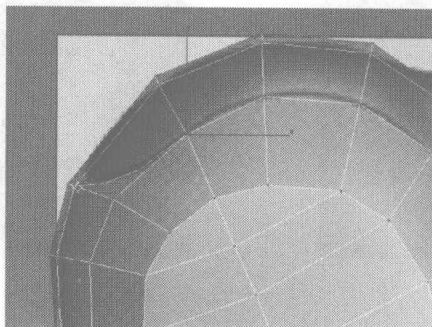
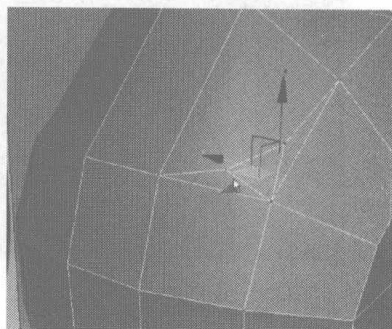

图 3.31
图 3.32
- 03 在 Left 视图的 MP3 顶部用 Cut 命令添加如图 3.31 所示的曲线，然后再选择添加曲线后的节点，在 Edit Vertices 卷展栏中单击 **Connect** 按钮，为两点之间添加一条曲线，如图 3.32 所示。